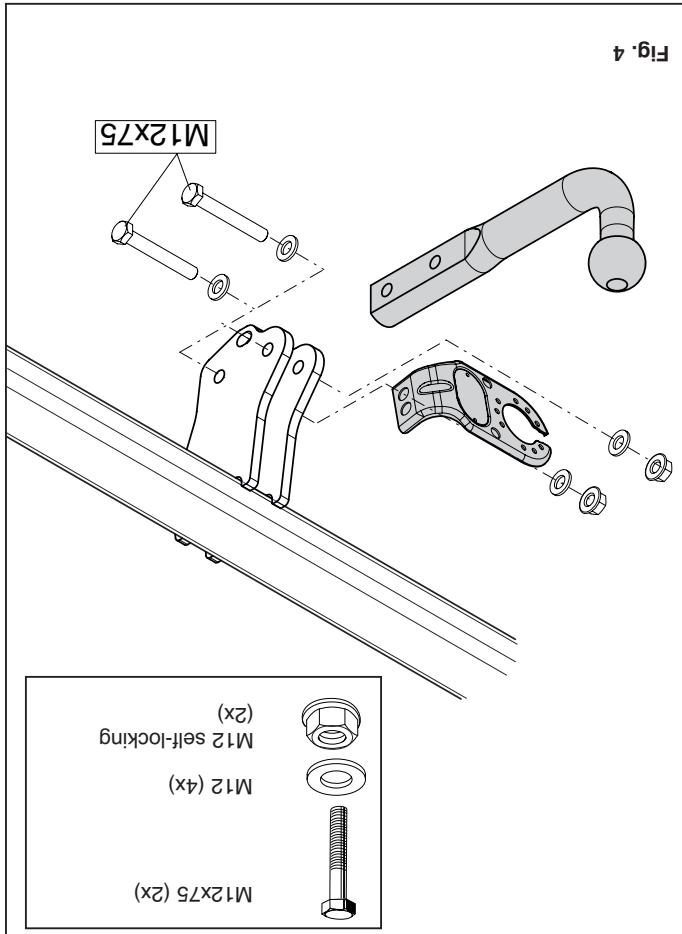

Fig. 4
- Fit the ball hitch, including socket plate. See figure 4.
6. Monter la barre de la rouille y compris la prise électrique. Voir la figure 4.
6. Monter kuglestangen, inklusive kontaktplade. Se fig. 4.